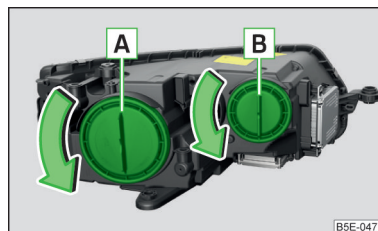

Fig. 243
Orden de bombillas » fig. 243
- Girar la tapa de protección **A** » fig. 243 de la pág. 241 en el sentido de la flecha.
- Colocar la tapa de protección **A** » fig. 243 de la pág. 241 y girarla contra el sentido de la flecha.
- Girar la tapa de protección **B** » fig. 243 de la pág. 241 en el sentido de la flecha.
- Colocar la tapa de protección **B** » fig. 243 de la pág. 241 y girarla contra el sentido de la flecha.